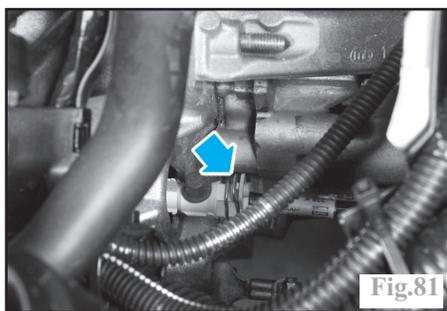

Fig.81
- débrancher la canalisation sur le récepteur de la commande d'embrayage, après avoir déposé l'agrafe située à l'extrémité du raccord de purge, côté canalisation (Fig.81).